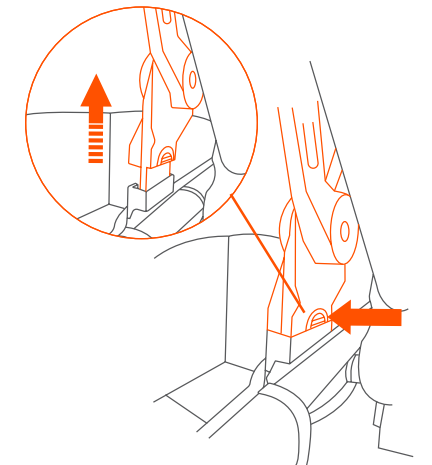

Fig. 13
- 13) • Para retirar la cubierta: Presione las lengüetas a ambos lados interiores de la cubierta y tire hacia arriba para quitarla (Fig. 13).